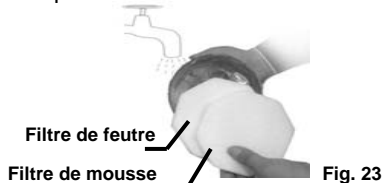

Fig. 23
- Rincez les filtres dans de l'eau tiède jusqu'à ce que l'eau soit claire. Tordez et laissez les filtres sécher à l'air pendant 24 heures avant de les réinstaller dans le cadre de filtres. **N'utilisez pas** une machine à laver pour nettoyer les filtres. **N'utilisez pas** un sèche-cheveu pour les sécher. **Air libre seulement.** Vous pouvez aussi rincer le cadre de filtres si vous le désirez. N'utilisez **jamais** l'aspirateur sans que **TOUS** les filtres soient en place. (Fig. 23)